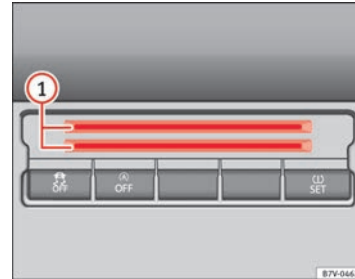

Abb. 107 In der unteren Mittelarmlehne: Kartenhalter.
In der unteren Mittelarmlehne können sich Kartenhalter ⇒ Abb. 107 ① zur Ablage von z. B. Münzen, Tankkarten, Parkscheinen oder Ähnlichem befinden.